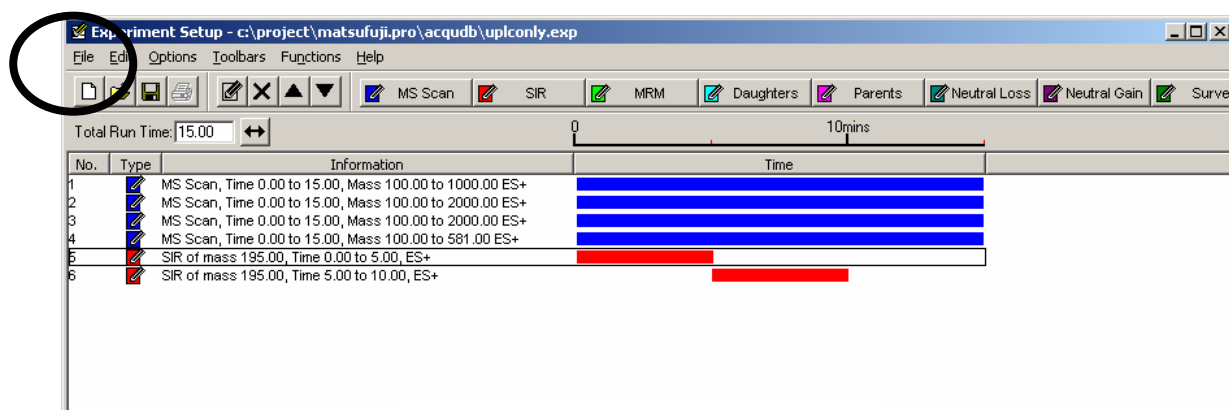

図 53 MS Method ファイルの保存
- (6) [File]→[Save As]よりデータを保存する (図 53)。